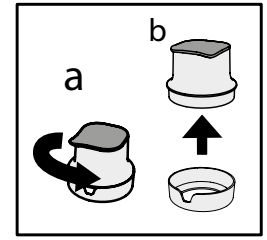
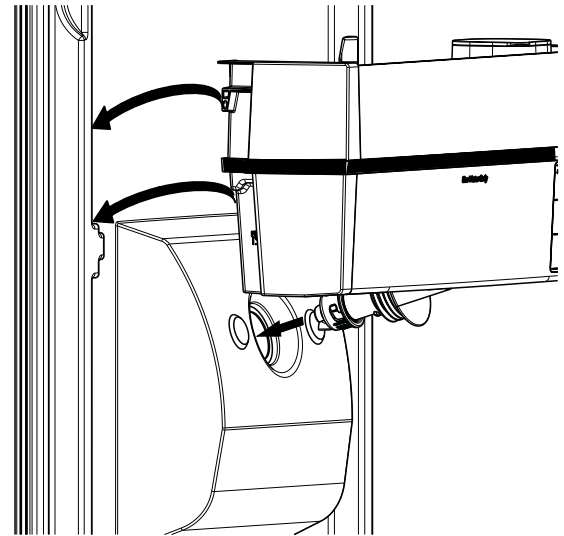

Fig. 5
Fig. 16
- Enlevez l'entonnoir du boîtier du filtre en tournant dans le sens antihoraire (Fig 5. a - b).
Installez ensuite le porte-bouteilles suspendus sur le réservoir d'eau et assemblez-les sur la porte comme illustré à la fig. 16. Une fois assemblé, installez le filtre avec la cartouche de charbon (comme illustré aux fig. 5, 6, 7, 8).